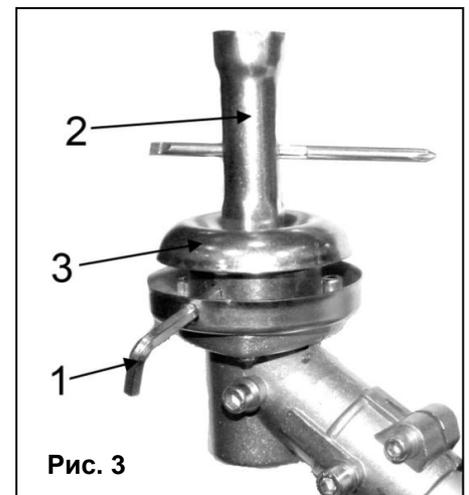

Рис. 3
- Для фиксации редуктора, вставьте шестигранный ключ (1)(См. Рис.3)(входит в комплект) или подобный стопорный стержень в совмещенные отверстия в чашке редуктора и ступицы вала.
- Используя комбинированный ключ (2)(См. Рис.3)(входит в комплект поставки), открутите гайку, снимите крышку (3) (См. Рис.4) и шайбу с вала.